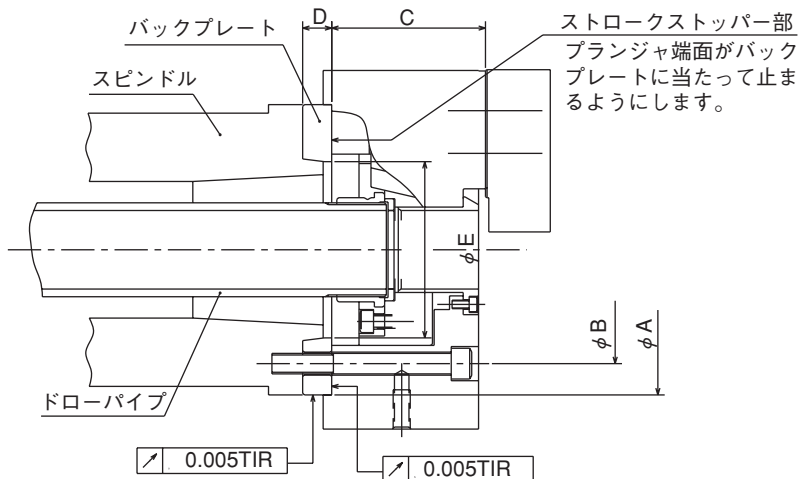

図 17
- 図 17 は JIS ショートテーパ規格の場合である。
- バックプレートはプランジナットを引いた際に、プランジナット端面がバックプレートに当たって止まるような寸法（図 17 の寸法 φE）とすること。ストロークが規定よりも大きくなると、チャックの破損や把握不良の原因となる。